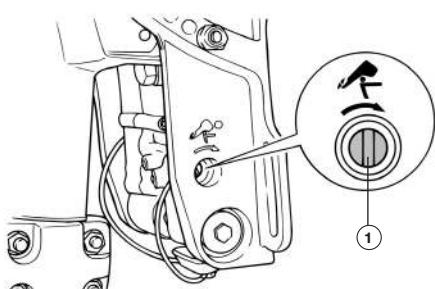

Рис. 45 Наклон мотора вручную
- Ослабьте вручную винт 1 клапана, вращая его по часовой стрелке до упора (Рис. 45).